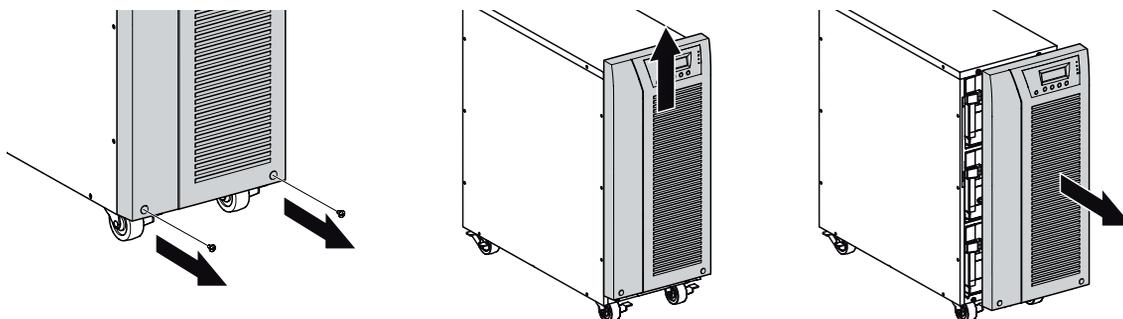

Figura 5. Rimozione del coperchio anteriore dell'UPS
1. Rimuovere il pannello anteriore dell'UPS (vedere Figura 5).